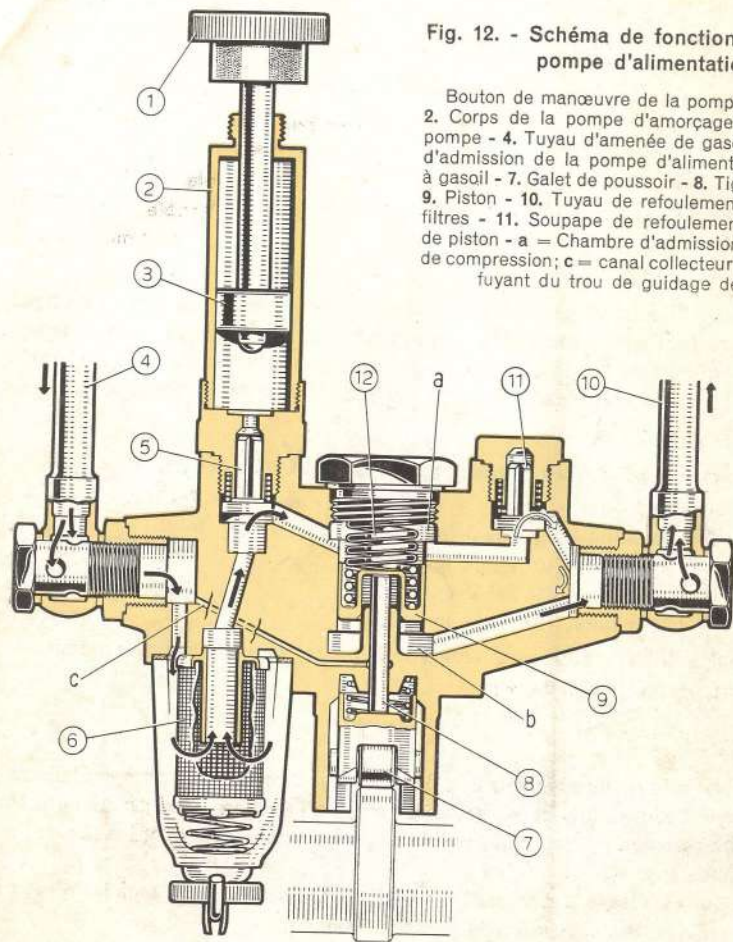

Fig. 12. - Schéma de fonctionnement de la pompe d'alimentation.
**La pompe d'alimentation**, du type FIAT FP/K 22 B : L4/5 (licence Bosch), est commandée par l'arbre de la pompe d'injection (fig. 12).